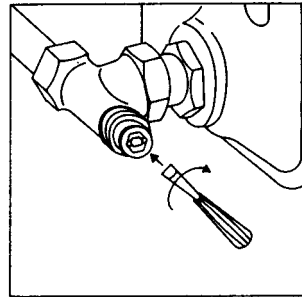

Bild 3
- 1.4 Затем шток вентилья с помощью отвертки повернуть вправо до упора (рис. 3, только для „Combi 4“).
Важно: Для последующего изменения значения преднастройки сначала отверткой (рис. 3), поворачивая влево, ослабить шток вентилья. Затем изменить величину преднастройки с помощью шестигранного ключа № 4 (1).